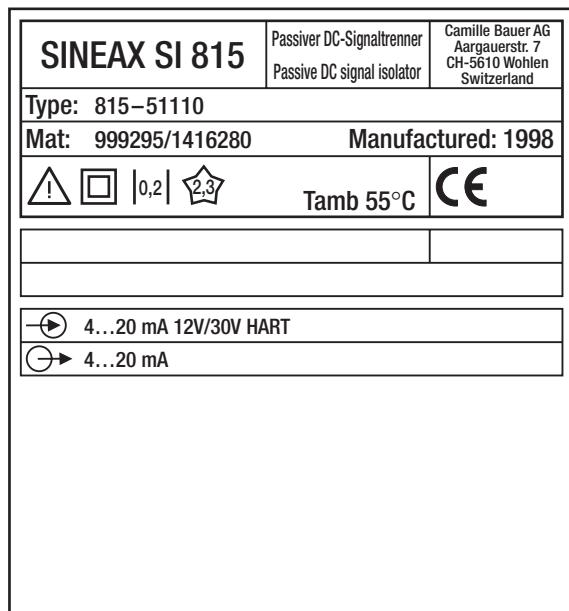

Bild 8. Beispiel eines Typenschildes.
- ... dass die Daten, die zur Lösung der Trenn- und Übertragungsaufgabe erforderlich sind, mit denen auf dem Typenschild des SINEAX SI 815-5 übereinstimmen (→ Eingangssignal und → Ausgangssignal, siehe Bild 8)!